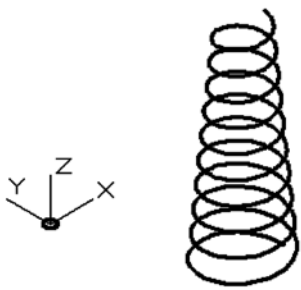

图 9-57 已存在的图形
1) 打开随书光盘“CH9”文件夹中的“BD_扫掠.DWG”文件,在该文件中存在着如图 9-57 所示的圆和螺旋线。在创建扫掠实体之前,可以先将“ISOLINES”的值设置为 8,其方法是在命令行中输入“ISOLINES”并按〈Enter〉键,接着输入“ISOLINES”的值为 8,确认即可。